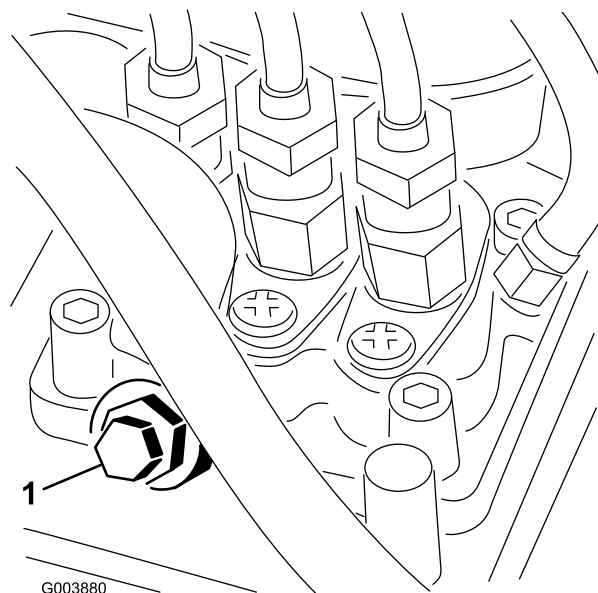

Рисунок 22
3. Отверните продувочный винт насоса для впрыска топлива (Рисунок 22).